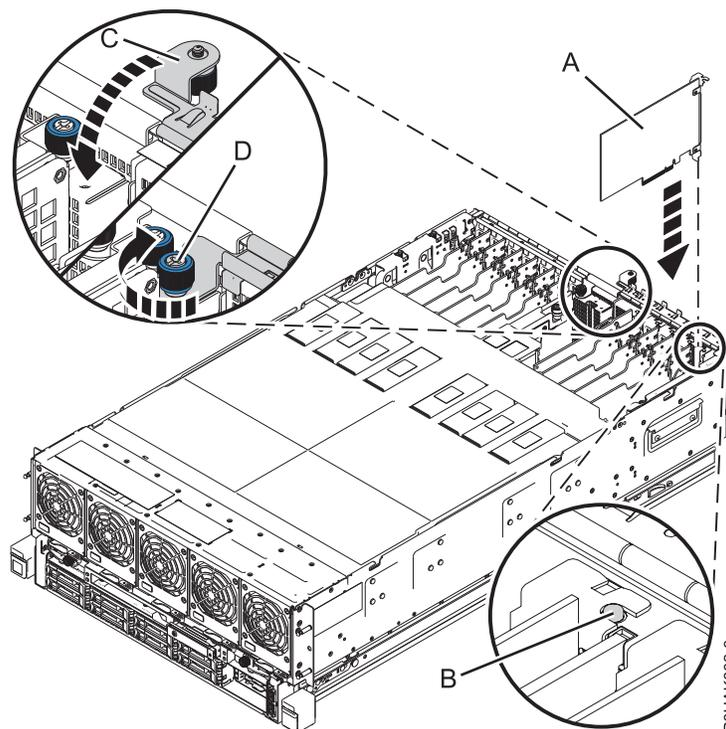

Figure 8. Installation ou remise en place d'une carte PCIe dans le système 8408-44E ou 8408-E8E
6. Saisissez avec précaution le bord supérieur ou la contre-poupée de la carte et alignez la carte avec l'emplacement et son connecteur sur le fond de panier du système (A), comme illustré dans la figure 8, à la page 13.
7. Saisissez avec précaution le bord supérieur ou la contre-poupée de la carte et alignez la carte avec l'emplacement et son connecteur sur le fond de panier du système (A), comme illustré dans la figure 8, à la page 13.
9. Assurez-vous que l'encoche de la contre-poupée entre en contact avec la broche sur le châssis du système. Voir (B) dans la figure 8, à la page 13.
10. Fermez le support de fixation d'E-S (C) en le faisant pivoter vers le bas, puis serrez la vis moletée captive (D) jusqu'à ce qu'elle soit fixée au châssis du système. Voir figure 8.